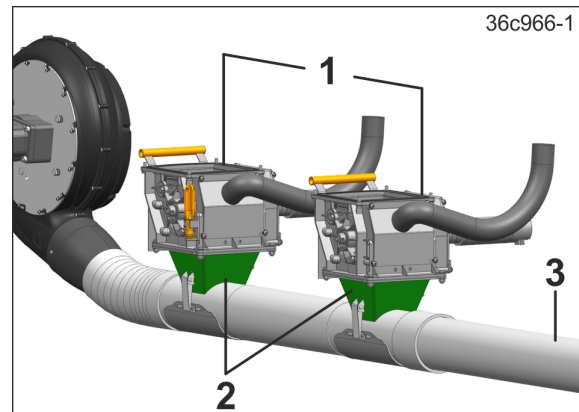

Fig. 59
- 2 Dosierer (Fig. 59/1)
- 2 Schleusen (Fig. 59/2)
- 1 Einzelförderstrecke (Fig. 59/3)